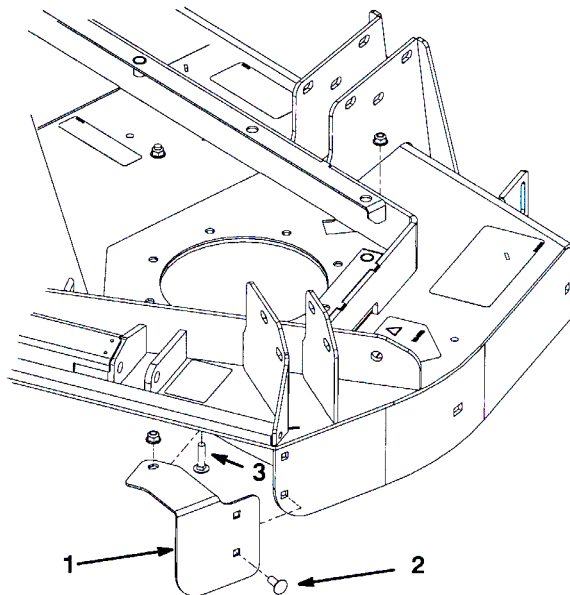

図3
3. 右側フット・シールドを、カuttingユニットの右後角に仮止めする (5/16 x 3/4" キャリッジ・ボルトとフランジ・ナット各 2 を使用)。シールドおよび取り付け具の位置は図3を参照。
4. フット・シールドの上部を、カuttingユニットに仮止めする (5/16 x 3/4" キャリッジ・ボルトとフランジ・ナットを使用)。取り付け具の位置は図3を参照。